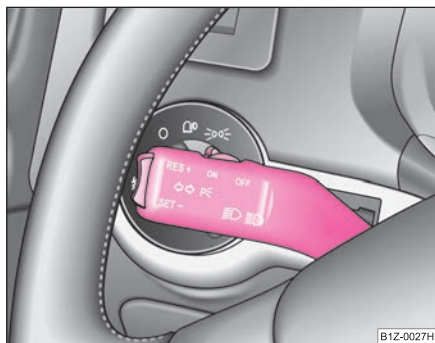

Fig. 47 Maneta de acționare a luminilor de semnalizare și a luminii de drum
- Apăsați maneta în sus, respectiv în jos ⇒ fig. 47.